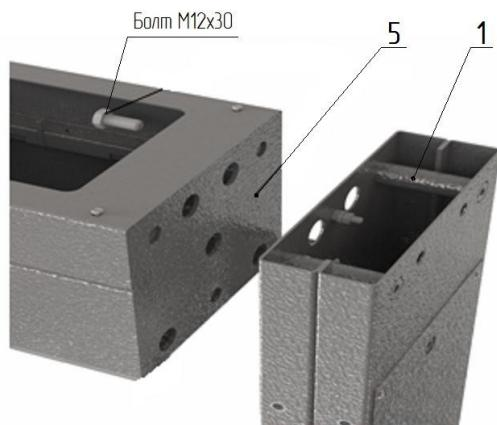

Рис. 1
*1. Сборка турникета. Рис. 1, 2*
– положите на пол на боковую плоскость раму привода **5** (рис. 1), (предварительно постелив лист картона), рядом аналогично положите две стойки крыла прохода **1** и **2**; состыкуйте указанные элементы друг с другом присоединительными элементами и закрутите по три болта M12 с каждой стороны; поставьте собранный портал вертикально на месте установки турникета;